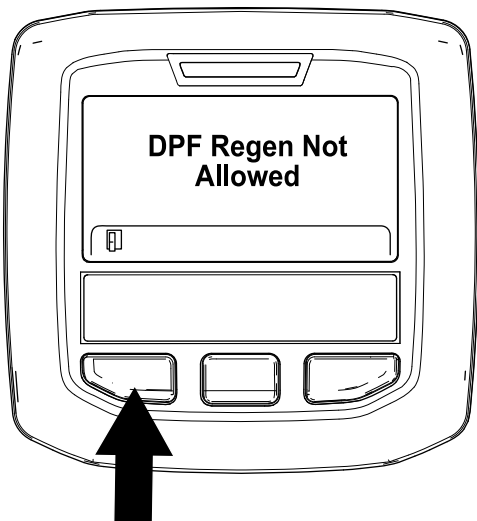

Figura 50
- Si la computadora de la máquina no admite el proceso de restauración, aparece el mensaje “DPF Regen Not Allowed” (Restauración del FPD no admitida) en InfoCenter (Figura 50). Pulse el botón izquierdo para volver a la pantalla de inicio